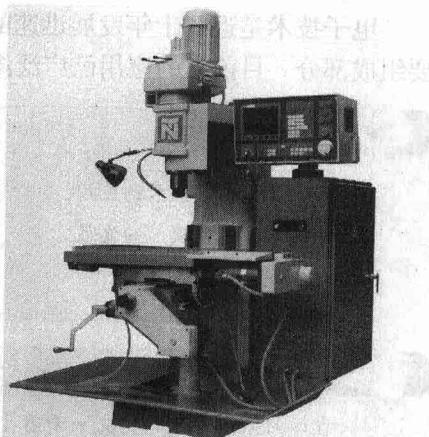
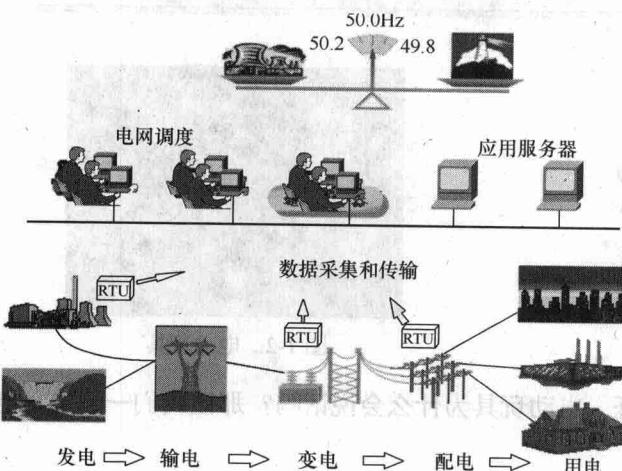

图 1-4 数控机床
图 1-5 电力系统的传输和控制示意图
- (2) 控制是电子技术的另一大应用领域, 如数控机床和电力系统的传输和控制, 如图 1-4 和图 1-5 所示。